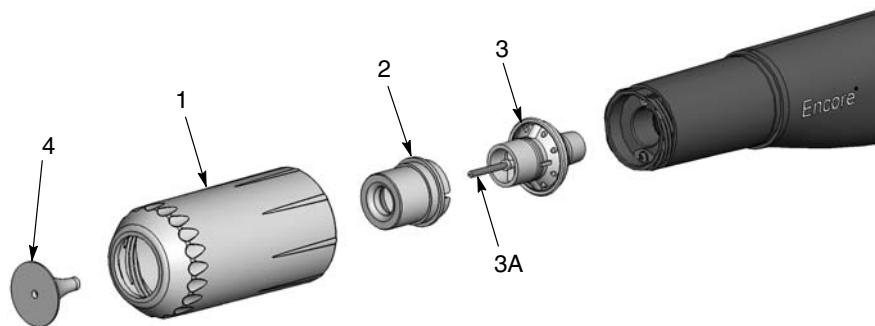

Figura 4-2 Schimbarea defletoarelor opționale și a duzelor conice
1. Vezi Figura 4-2. Pentru a schimba deflectorul (4), trageți-l încet de pe ansamblul electrodului (3). Dacă schimbați numai deflectorul, instalați piesa nouă pe ansamblul electrodului, având grijă să nu îndoiiți conductorul electrodului.
2. Pentru a schimba întreaga duză, deșurubați piulița duzei (1) în sens antiorar.
3. Trageți duza conică (2) de pe ansamblul electrodului.
**NOTĂ :** Nu este necesară demontarea ansamblului electrodului (3) de pe pistol. Dacă ansamblul electrodului iese împreună cu pistolul atunci când trageți duza, curățați-l cu aer comprimat înainte de a îl monta la loc. Nu îndoiiți electrodul. Suportul electrodului (3A) se înșurubează în ansamblu. Atât suportul, cât și electrodul pot fi înlocuiți.